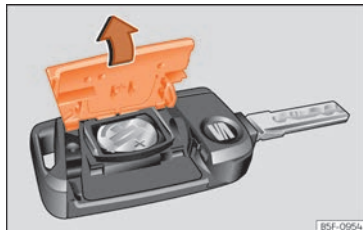

Fig. 45 Llave del vehículo: apertura de la tapa del compartimento para la pila.
- Retire la tapa en la parte trasera de la llave del vehículo en la dirección de la flecha >>> fig. 45, >>> ①.